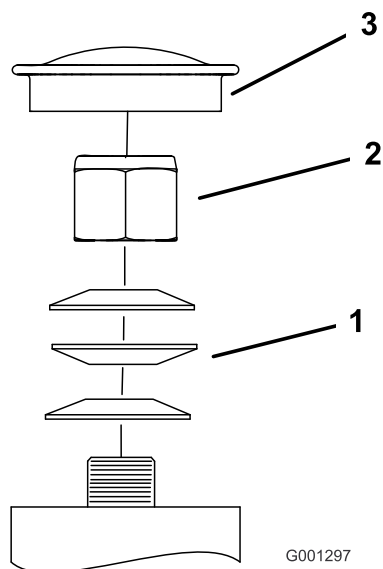

Figure 71
3. Retirez le capuchon protecteur de la roue pivotante et serrez le contre-écrou (Figure 71).
4. Continuez de serrer le contre-écrou jusqu'à ce que les rondelles élastiques soient aplaties, puis desserrez-le d'un quart de tour pour obtenir la précharge correcte des roulements (Figure 71).
Important: Veillez à placer les rondelles élastiques correctement, comme montré à la Figure 71.
5. Reposez le capuchon protecteur (Figure 71).